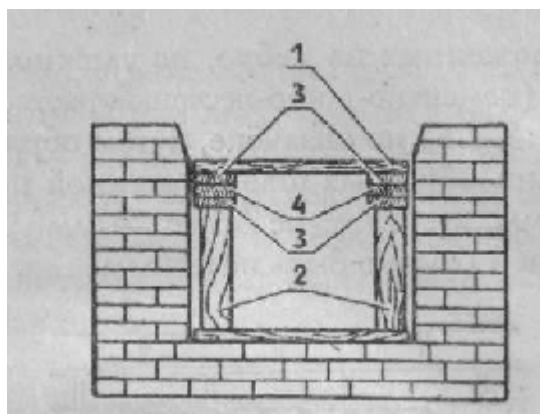

Рис. 2. Подготовка кладки
До начала кладки перемычки возводят боковые стенки камина до уровня нижней плоскости перемычки. Затем устанавливают опалубку из деревянной доски толщиной 40 мм (1), двух вертикальных брусков (2), пластин (3) и клиньев (4) — см. рис. 2.